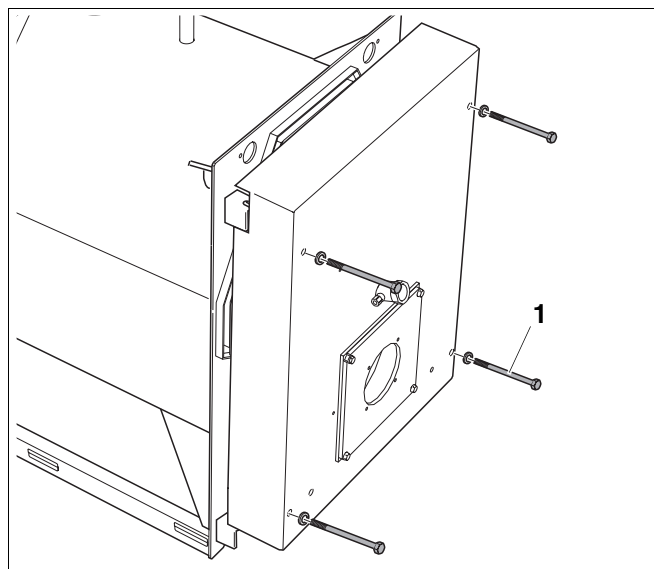
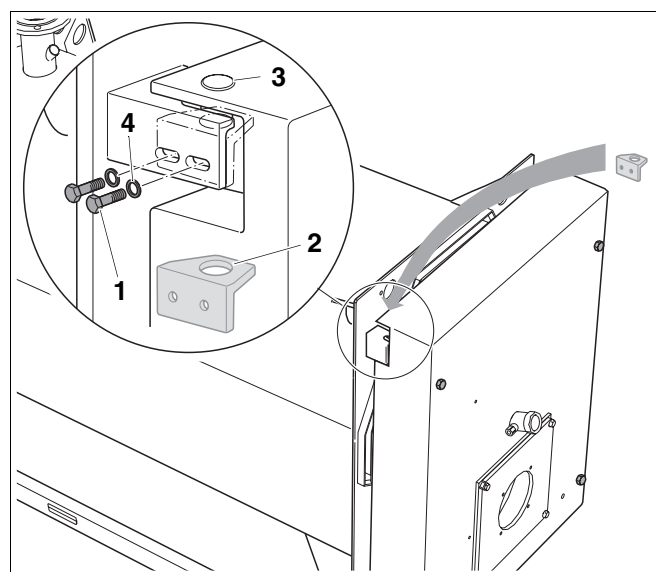

Рис. 8 Открывание дверцы горелки
Рис. 11 Замена шарнира
- Открутить 4 дверных болта (рис. 8, поз. 1) и открыть дверцу горелки.
- Надеть опорный уголок сверху (рис. 11, поз. 2) с противоположной стороны на ось шарнира (рис. 11, поз. 3) и закрепить к несущему уголку дверцы 2 болтами (рис. 11, поз. 1) с шайбами (рис. 11, поз. 4).
Опорный уголок (рис. 11, поз. 2) можно перемещать для регулировки в овальных отверстиях несущего уголка дверцы. При необходимости можно сместить верхний опорный уголок вперед, чтобы дверца могла легко открываться.
- Для этого нужно немного ослабить оба болта (рис. 11, поз. 1) опорного уголка и на несколько оборотов открутить болты дверцы (рис. 8, поз. 1). Под тяжестью двери опорный уголок передвинется вместе с ней вперед.